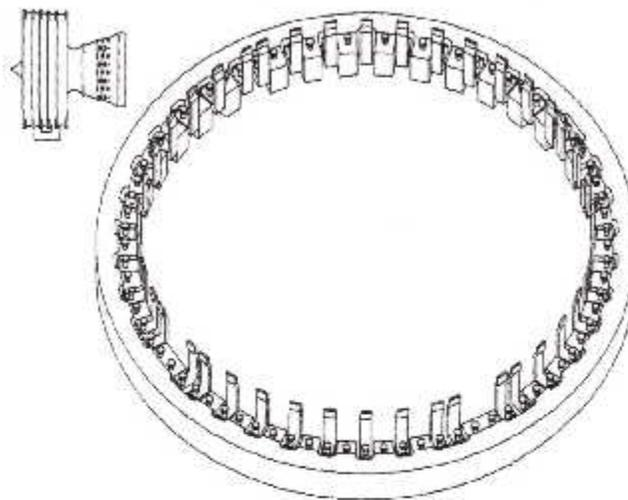
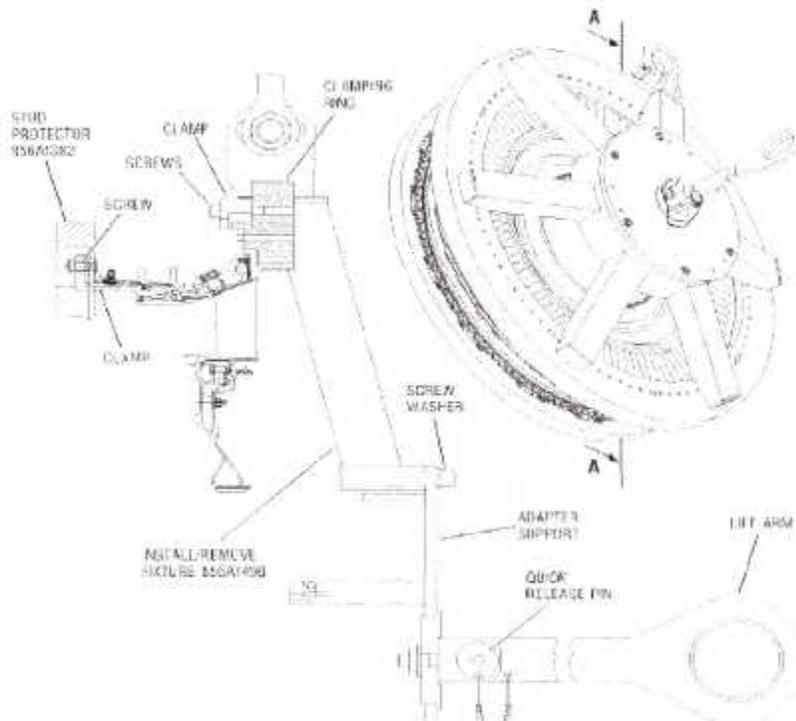

Fig. III.95 : Protecteur, 856A1382G01
Fig. III.96 : L'attache de protecteur, 856A1382G01, à la Bride avant du support carter du stator.
- On attache le **protecteur, 856A1382G01**, (fig. III.95) à bride avant du support carter du stator HPT. (fig. III. 96).